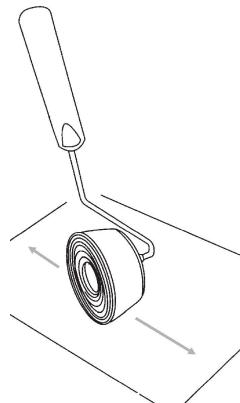

Fig.8
6. Cargue el cabezal rodándolo sobre un periódico viejo durante 2 minutos o hasta que esté totalmente cubierto de pintura (Fig.8).